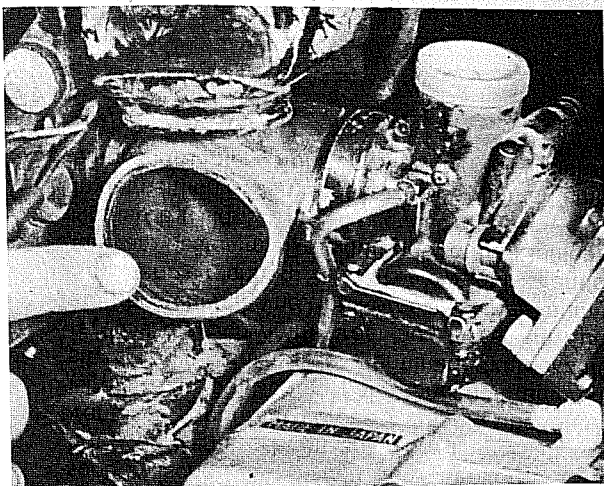

Bild 72
- Federklip am Kraftstoffschlauch vergaserseitig lösen und Schlauch abziehen. Der Verbindungsschlauch vom Luftfilter zum Vergaser hat an der Vergaserseite einen geschraubten Schlauchbinder, den man lösen muss. Auf der Luftfilterseite befindet sich nur ein Drahtklip, der beim Abziehen des Schlauchstückes genügend nachgibt (Bild 72).